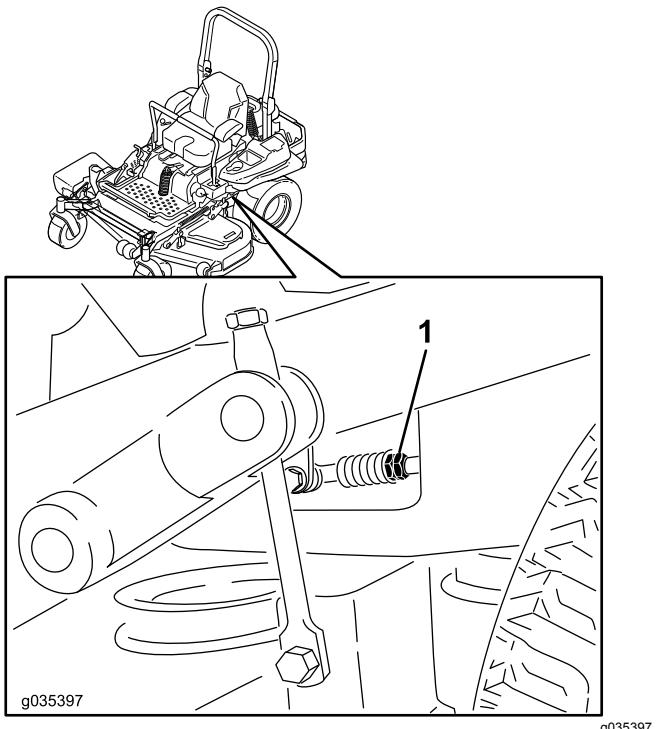

Figura 91
8. Ajuste os comprimentos da barra de controlo da bomba rodando as porcas duplas na barra na direção adequada até as rodas andarem ligeiramente para trás (Figura 91).